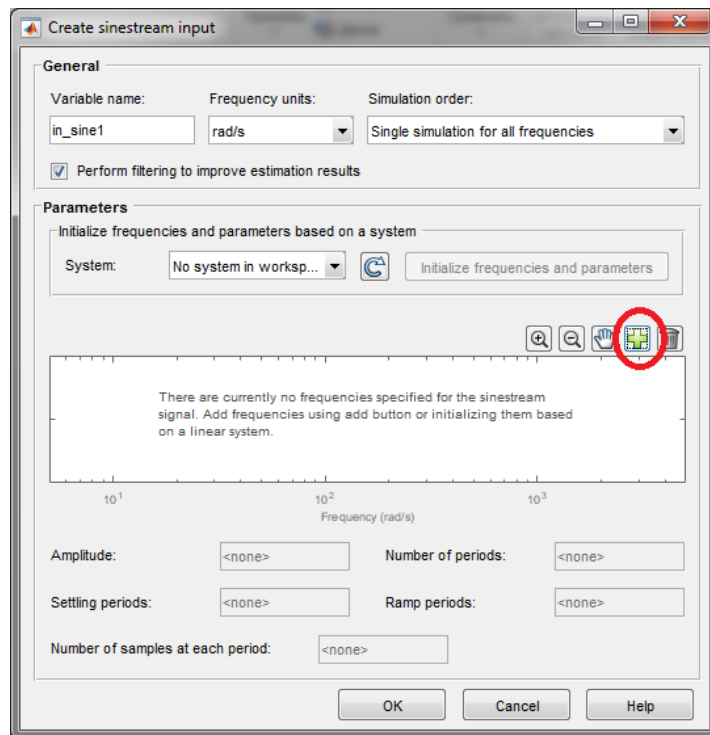

Рис. 7 Окно создания входного сигнала
- 3) Выполним команду главного меню Analysis → Control Design → Frequency Response Estimation. В открывшемся окне Linear Analysis Tool выбрать пункт Input Signal → Create new → Sinestream. В открывшемся окне Create Sinestream Input добавить частоты во входной поток нажатием кнопки “+” (Рис. 7), указав их число и диапазон.